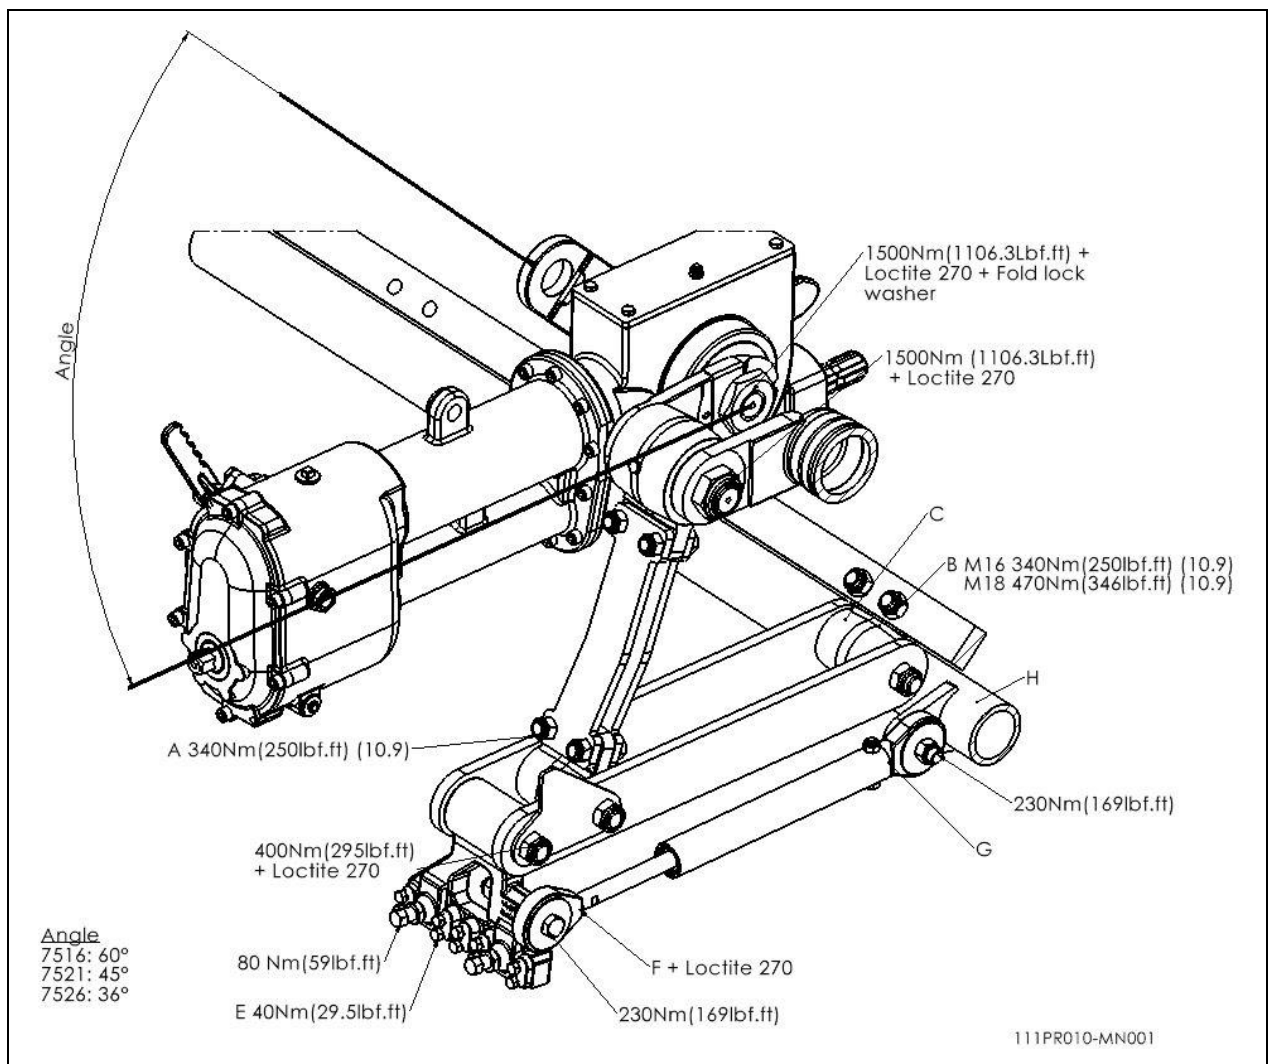

Fig.8
På fig. 8 vises vridningsmomentets indstilling af de vigtigste bolte og møtrikker. Der, hvor tilsvarende bolt og møtrik. Brug Loctite, hvis bolte og møtrikker løsner sig af sig selv.
6. Efter at krumtappen og/eller lejet er sat i igen, skal alle dele sættes på plads i samme rækkefølge, som de blev fjernet i. Brug Loctite som anført på fig. 8.
Hvis et element ikke længere er på linie med de tilstødende elementer, kan dette justeres som følger (se fig. 8):